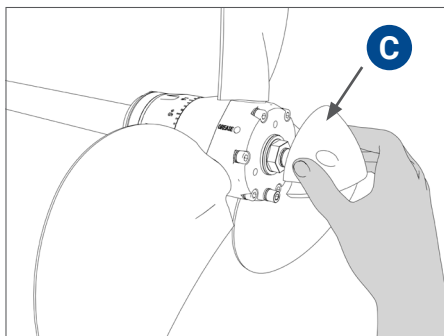

FIG. 18 | Innestare anodo "C"
- Innestare l'anodo **C** e fissarlo con le apposite 3 viti inox **D** (Fig. 18 - 19 - 20).